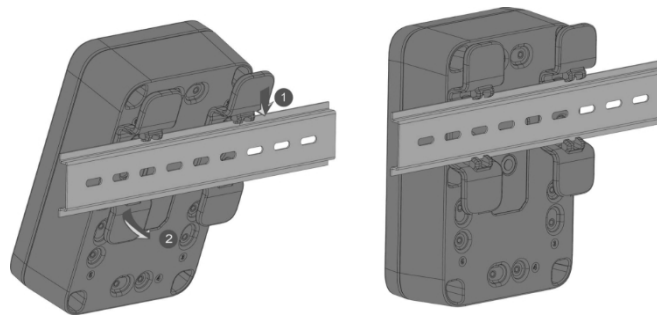

Abbildung 29: Befeſtigung des Gehäuses auf der DIN-Schiene
3. Klemmen Sie zum Schluss die Schnalle des DIN-Halterungssatzes an einem Ende an der Kante der DIN-Schiene fest, drehen Sie sie dann und drücken Sie das Gehäuse, um das andere Ende festzuklemmen, wie in **Abbildung 29** dargestellt.